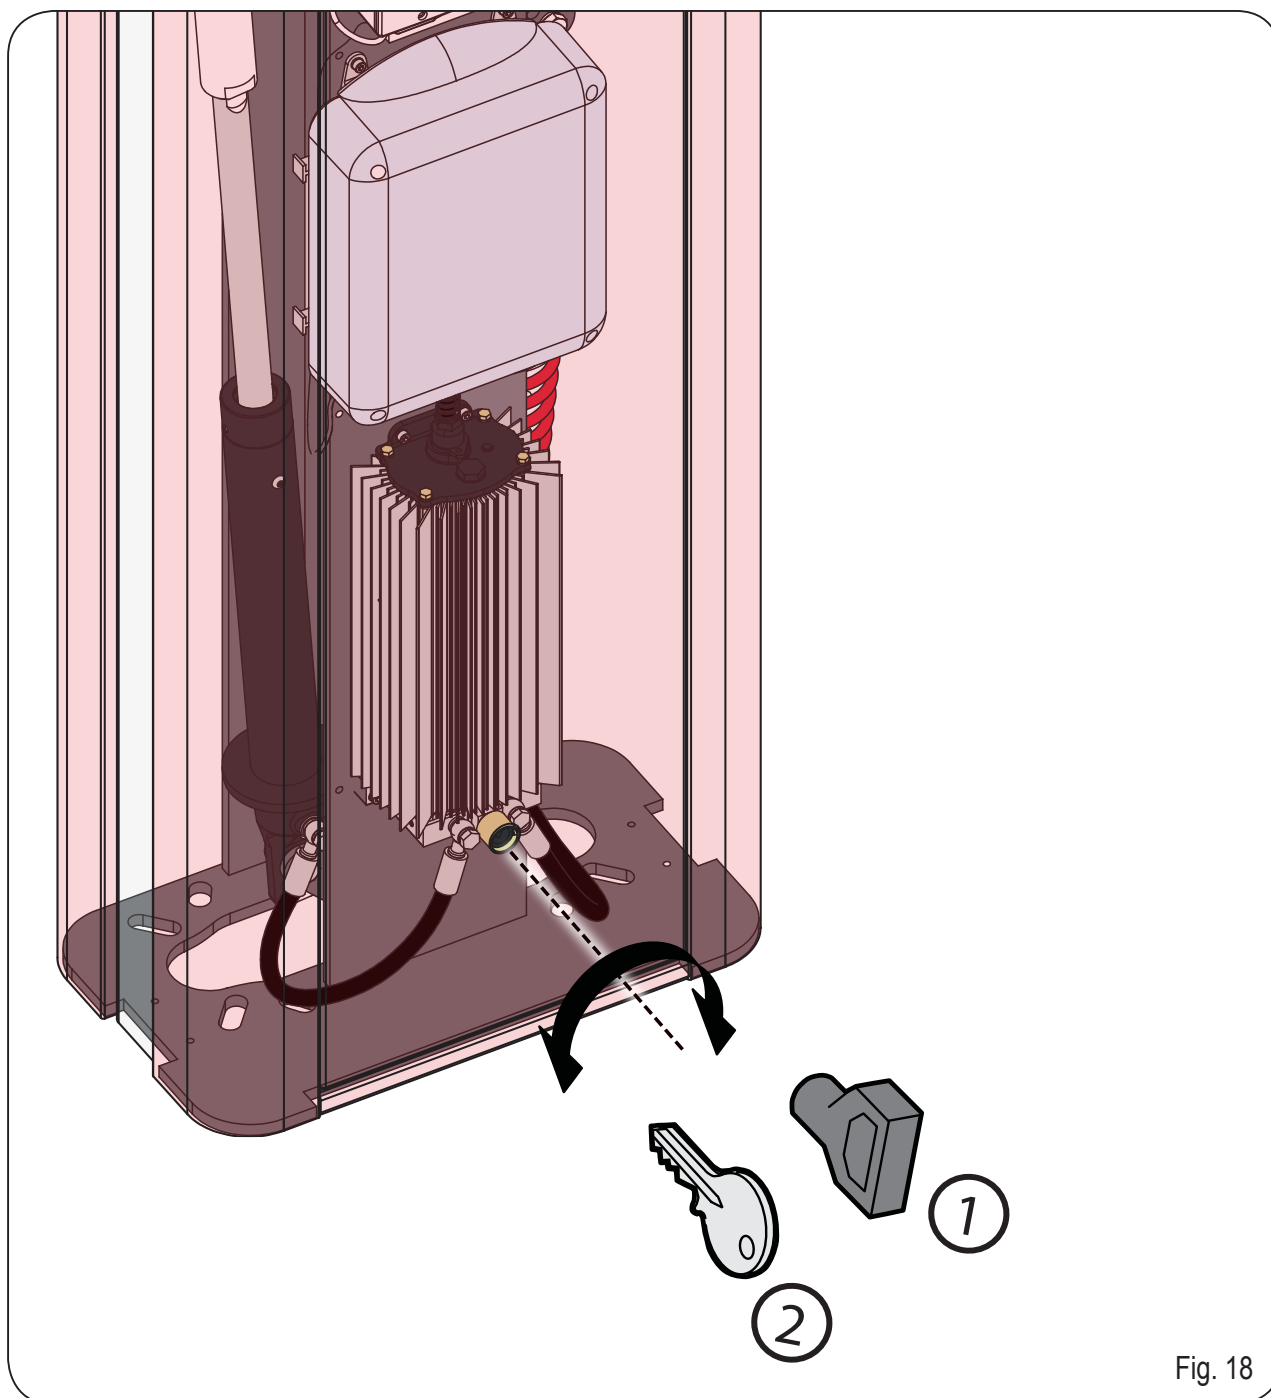

Fig. 18
La llave de desbloqueo entregada en dotación puede ser triangular (Fig. 18, ref. ①) o personalizada (Fig. 18 ref. ② opcional).
- Inserte la llave de desbloqueo en la cerradura y gire la llave en sentido antihorario hasta el tope, como en la Fig. 18
- gire la llave en sentido horario hasta el tope y extráigala (fig. 18 ref. ①).
- gire la llave en sentido horario hasta el punto en el que se pueda extraerla. (Fig. 18, ref. ②).
Als de slagboom met de hand moet worden bediend omdat de stroom is uitgevallen of het automatisch systeem niet goed werkt, moet met behulp van de bijgeleverde sleutel de ontgrendeling worden gebruikt. De bijgeleverde ontgrendelingsleutel kan driehoekig (Fig. 18 ref. ①) of gepersonaliseerd zijn (Fig. 18 ref. ②, optioneel).
- Steek de ontgrendelingsleutel in het slot en draai hem tegen de wijzers van de klok in tot hij niet verder kan, zoals in Fig. 18
- draai de sleutel met de wijzers van de klok mee tot hij niet verder kan, en trek hem eruit (Fig. 18 ref. ①).
- draai de sleutel met de wijzers van de klok mee tot hij niet verder kan, en trek hem eruit (Fig. 18 ref. ②).